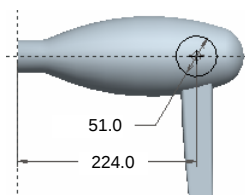
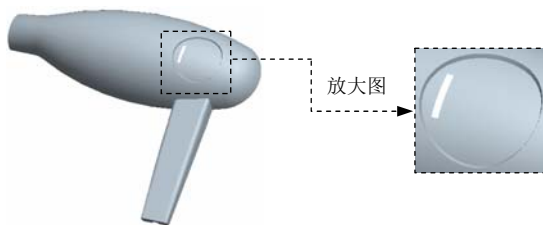

图 6.7.72 截面草图
图 6.7.73 创建切口拉伸曲面
(1) 选取面组 1234。
(2) 单击 **模型** 功能选项卡 **编辑** 区域中的 **偏移** 按钮，系统弹出“偏移”操控板。
(3) 定义偏移类型。在操控板中的偏移类型栏中选取 (即带有斜度的偏移)。
(4) 定义偏移属性。单击操控板中的 **选项** 按钮，选择 **垂直于曲面** 命令，然后选中 **侧曲面垂直于** 中的 **曲面** 单选按钮，选中 **侧面轮廓** 中的 **直** 单选项。
(5) 定义草绘属性。单击操控板中的 **参考** 按钮，在弹出的界面中单击 **定义...** 按钮；系统弹出“草绘”对话框，设置草绘平面为 **TOP** 基准平面，参考平面为 **RIGHT** 基准平面，方向为 **右**，然后单击 **草绘** 按钮；绘制图 6.7.72 所示的截面草图，完成后单击 按钮，退出草绘环境。
(6) 输入偏距值 3.0、斜角值 15.0；单击“完成”按钮 。
Step25. 创建图 6.7.73 所示的切口拉伸曲面。